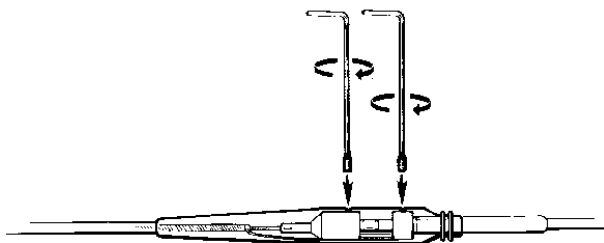

Figure 2. *Visser les vis dans les trous taraudés de l'adaptateur.*
3. Utiliser les clés hexagonales montées sur les vis et insérer une vis dans chaque trou taraudé de part et d'autre du logement de l'adaptateur (voir Figure 2).